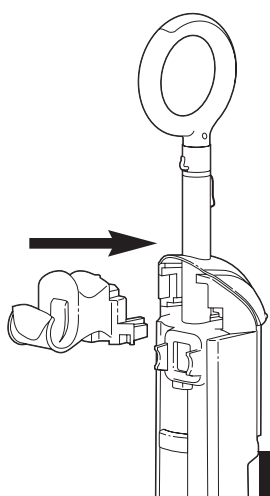

FIG. 3
Step 2: Slide the carry handle into place as pictured; secure with 2 screws provided (FIG. 3).
Étape 2 : Glissez la poignée de transport en place de la façon illustrée ; assujettir avec les 2 vis fournies (FIG. 3).
Paso 2: Deslice la manija de transporte a su sitio como se ilustra y fjela con los 2 tornillos provistos (FIG. 3).